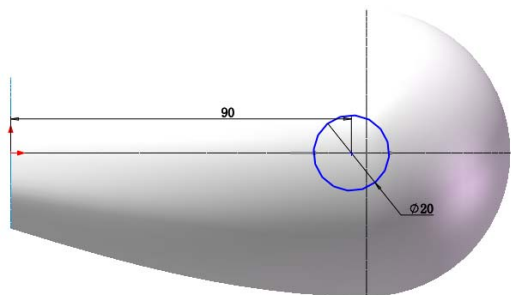

图 9-79 草图标注 4
(6) 绘制草图 4。在左侧的“FeatureManager 设计树”中用鼠标选择“前视基准面”作为绘制图形的基准面。单击“草图”工具栏中的（圆）按钮，绘制如图 9-79 所示的草图并标注尺寸。